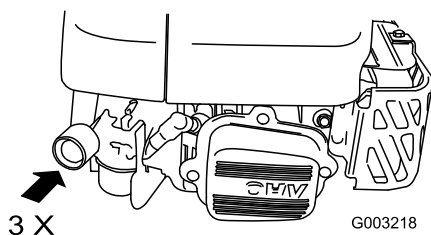

Figure 18
1. Appuyez fermement à 3 reprises sur l'amorceur avec le pouce, en marquant une pause d'une seconde à chaque fois (Figure 18).